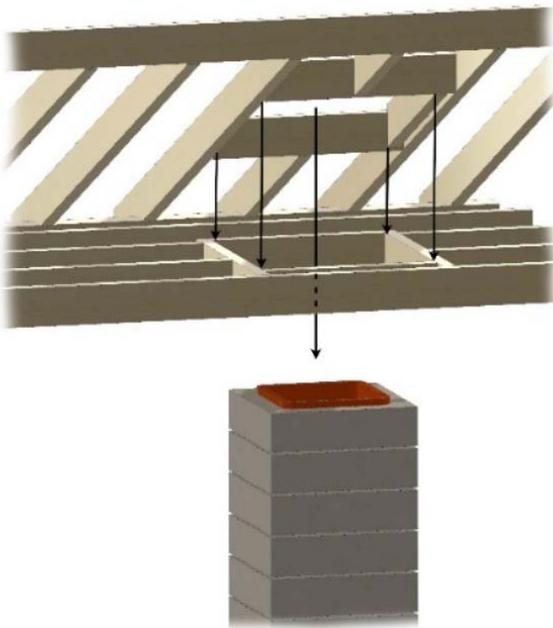

Figure 24. Pénétration du toit
C. Mesurez de tous les côtés du clou et marquez l'ouverture requise, puis découpez un trou dans le toit. N'oubliez pas que le trou est mesuré sur l'horizontale, puis projeté sur le toit. Le trou peut donc être plus grand, en fonction de la pente du toit. Voir la Figure 24.